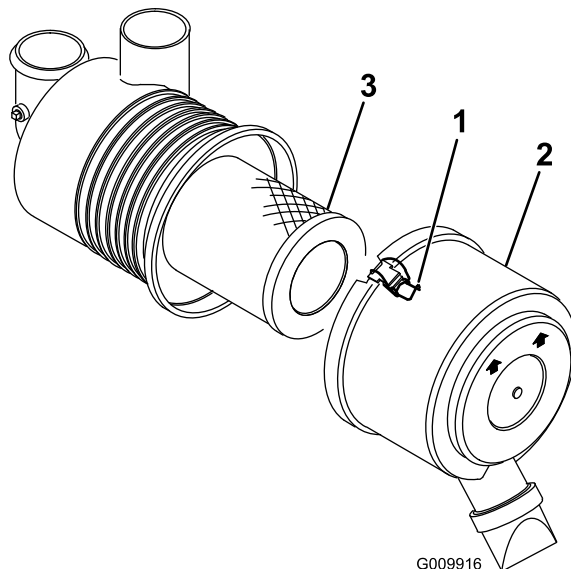

Figura 44
1. Liberte os trincos que fixam a cobertura do filtro de ar ao respectivo corpo (Figura 44).
4. Retire e deite fora o filtro (Figura 44).